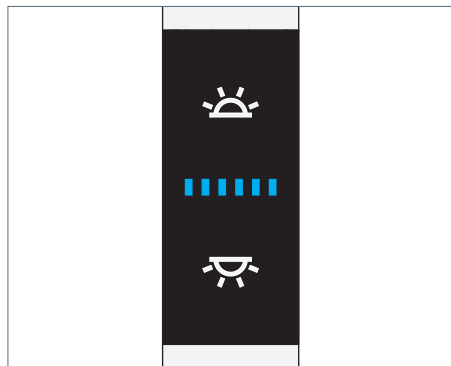

Fig. 20: Elemento di comando
- Premere il tasto superiore, vedi Fig. 20. Spegnendo la luce indiretta non si produce alcun effetto immediato sulla luce diretta. La regolazione della luminosità rimane attivata. LUM CONNECT MANAGE regola la luminosità della luce diretta se la luminosità nel campo d'azione del sensore della luce diurna cambia. Il rapporto precedentemente impostato tra luce diretta e luce indiretta viene riportato sullo sfondo. In caso di ripetuta accensione della luce indiretta il rapporto viene ripristinato. L'accensione e lo spegnimento automatici dell'apparecchio d'illuminazione in funzione della luminosità nella stanza rimangono anch'essi attivati. L'apparec-
- Premere il tasto inferiore, vedi Fig. 20. Spegnendo la luce diretta viene disattivata la regolazione della luminosità. LUM CONNECT MANAGE non regola la luminosità della luce indiretta se la luminosità nel campo d'azione del sensore della luce diurna cambia. L'accensione e lo spegnimento automatici dell'apparecchio d'illuminazione in funzione della luminosità nella stanza rimangono attivati. L'apparecchio d'illuminazione si spegne automaticamente se la luminosità della luce diurna è sufficiente.
- Premere il tasto superiore e tenerlo premuto, vedi Fig. 20. Dopo circa un secondo cambia la luminosità dell'apparecchio d'illuminazione.
- Premere il tasto inferiore e tenerlo premuto, vedi Fig. 20.